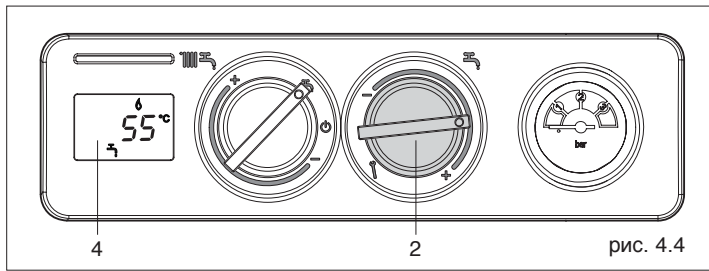

рис. 4.4
- **Регулирование температуры горячей воды:** Для регулировки температуры горячей воды (санузлы, душ, кухня и прочее) поворачивайте ручку (2, рис. 4.4) внутри зоны, обозначенной знаками + и -. При повороте переключателя на дисплее будет отображаться заданная температура (уставка). Для того чтобы изменить уставку, вращайте переключатель до тех пор, пока на дисплее не отобразится нужное вам значение. Через несколько секунд после того как вы отпустите переключатель, на дисплее начнёт отображаться текущая температура в бойлере.